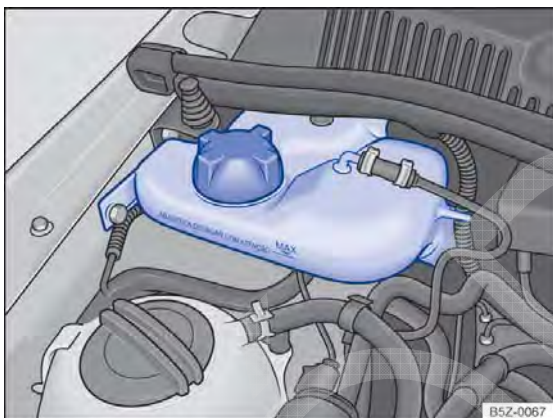

Fig. 134 No compartimento do motor: reservatório de gasolina para o sistema de partida a frio para motores 1.6 (válido somente para o motor CCRA).
O reservatório de gasolina do sistema de partida a frio encontra-se no compartimento do motor, no lado direito → Fig. 134.
- Nunca ultrapassar a marca “MAX” indicada no reservatório → Fig. 134.